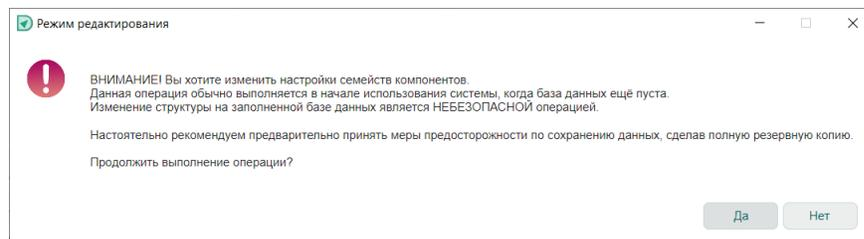

Рис. 171 Окно «Режим редактирования»
4. В окне «Режим редактирования» перед нажатием «Да» учесть все рекомендации, см. Рис. 171.